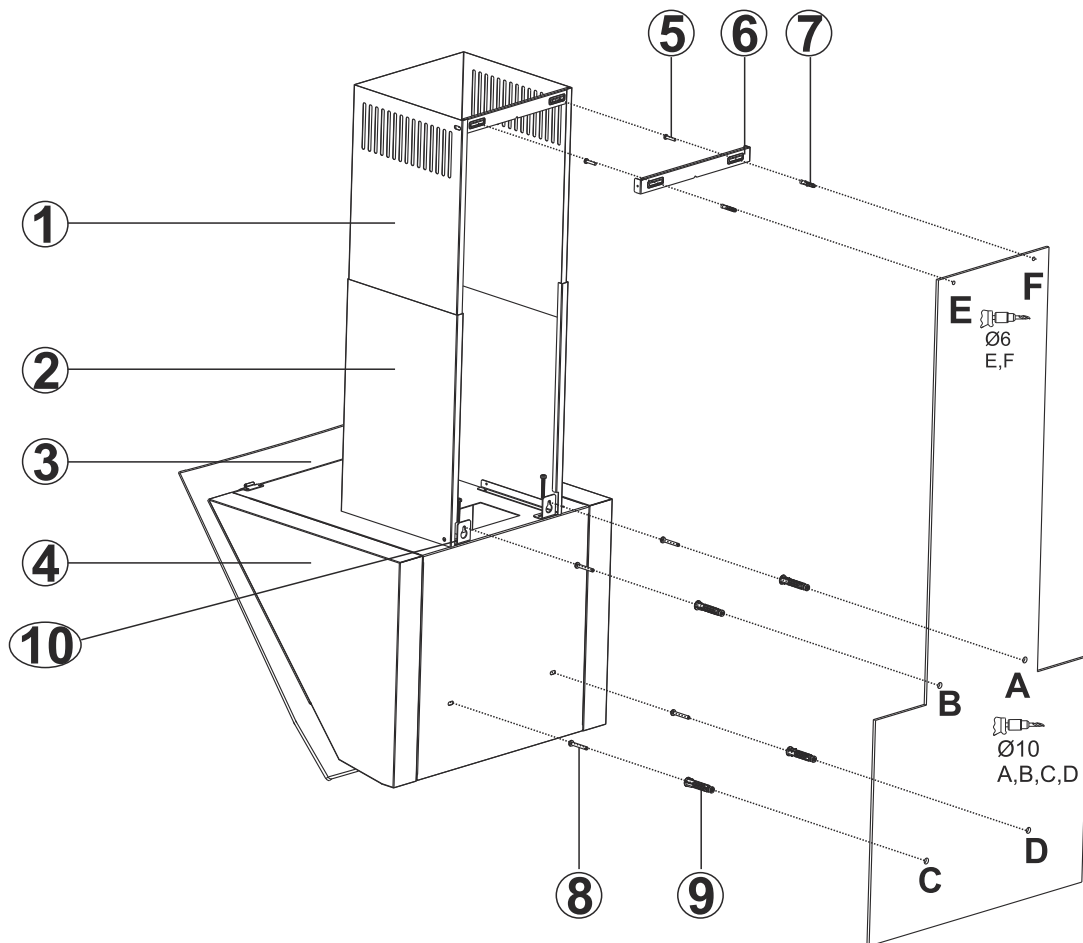

Fig. 8
- Fäst ritningen på väggen på önskad höjd av fläkten (observera våra rekommendationer gällande höjd mellan spishäll och fläkt). Märk ut punkterna A, B, C och D (Fig. 8).
- På punkterna A, B, C och D ska det borraras och tryckas i Ø10mm pluggar. Skruva därefter 2x5,5x60 skruvar i A och B-punkterna med ett avstånd på 5 mm mellan väggen och skruvhuvudena (Fig.8).
- Väggbeslaget till skorstenen (6) hålls helt intill väggen där det ska monteras. Därefter markeras punkterna E och F (Fig. 8).
- Borra punkterna E och F med Ø6mm borr och tryck i Ø6mm pluggar. Montera väggbeslaget till skorstenen med 3,9x22-skrivar (Fig. 8).